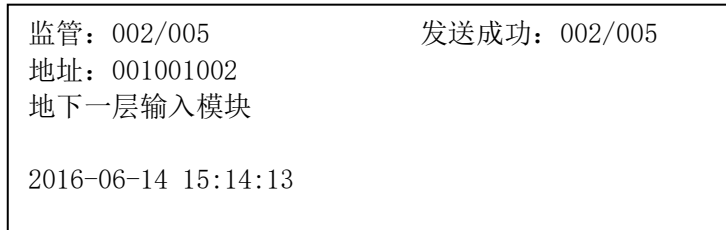

图4-3 监管状态界面
- ① 按“消音”键将蜂鸣器消音。
- ② 审查报警界面信息，找出火警发生地点。
- ③ 到现场处理火情。
- ④ 如果火情紧急，应立即打119报警。如果火情可控，处理完后，按“复位”键，火警记录消失，火警指示灯灭。
- ◆ 液晶屏显示如图4-3所示